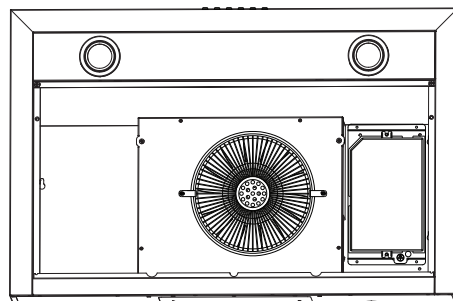

Figure 1
- Enlevez les 2 filtres pour permettre l'accès à l'intérieur de l'unité (voir figure 1).